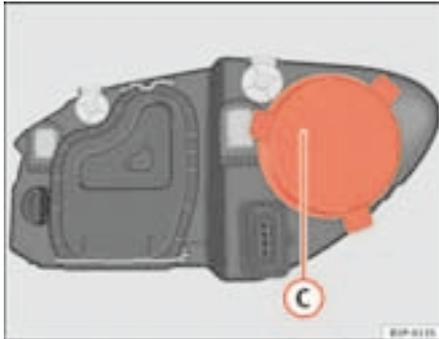

Fig. 181 Luz de carretera
- Retire la tapa ⇒ fig. 181 ③ tirando de la misma.